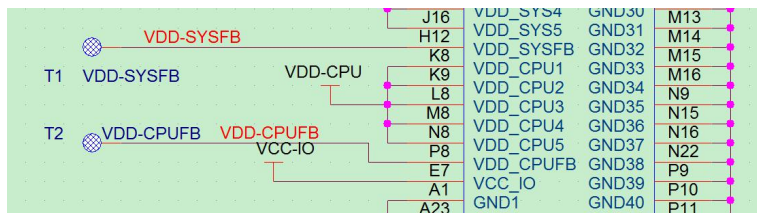

图 2-16 SOC 电源反馈脚
- 建议 VDD-CPUFB、VDD-SYSFB 信号预留测试点, 且靠近 SOC 的 PIN 脚放置, 便于对负载端进行电压测试, 如图 2-16。